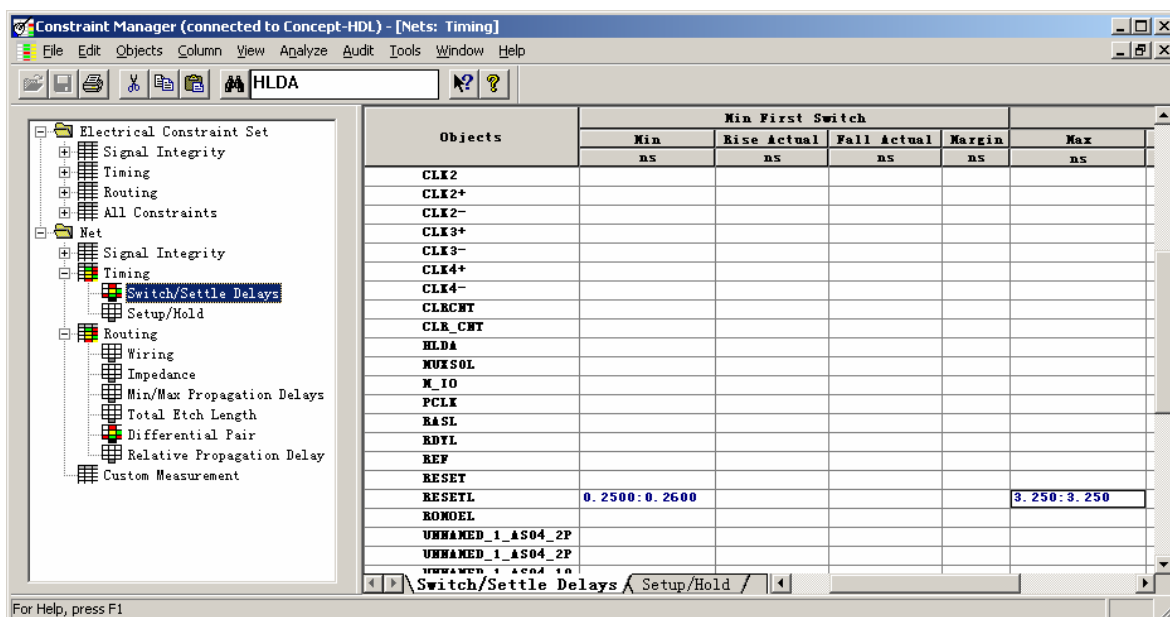

图 4-1 时序设置界面
10. 在【Max Final Settle】栏，设置网络“RESETL”【Max】值为“3.25:3.25”，即设置信号最大的最终建立时间对于上升沿为 3.25ns，对于下降沿为 3.25ns。请见图 4-1。